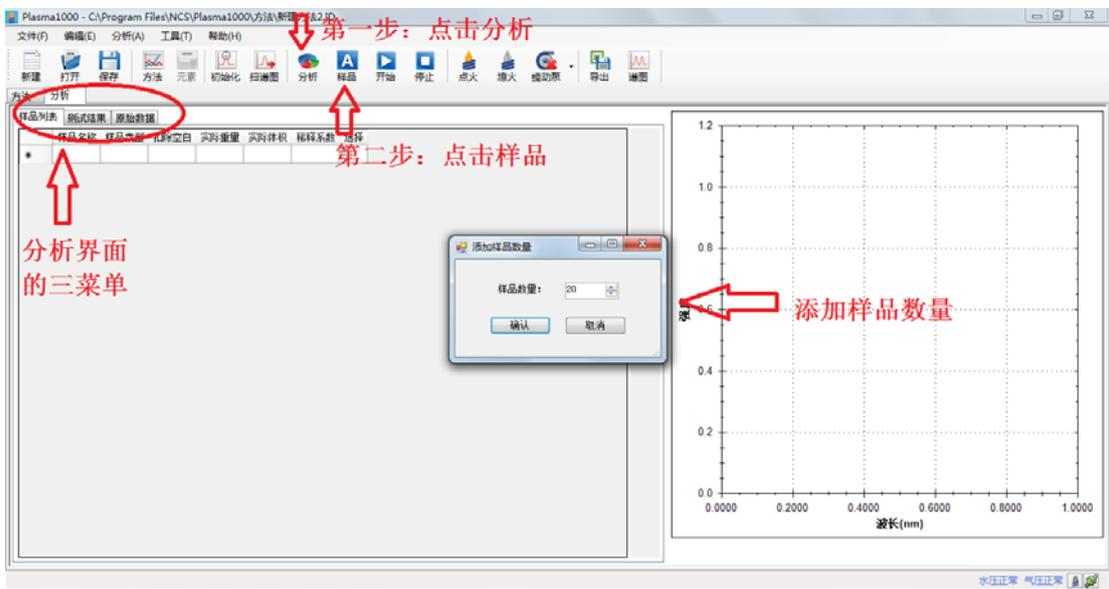

图 16 分析界面和添加样品数量
8) 进入**分析**界面。分析界面的三菜单：**样品列表**、**测试结果**和**详细数据**。我们在**样品列表**中编辑要测量的样品及数量，也可以直接添加多个样品或者通过快捷键 **A** 添加样品。如图 16 所示。